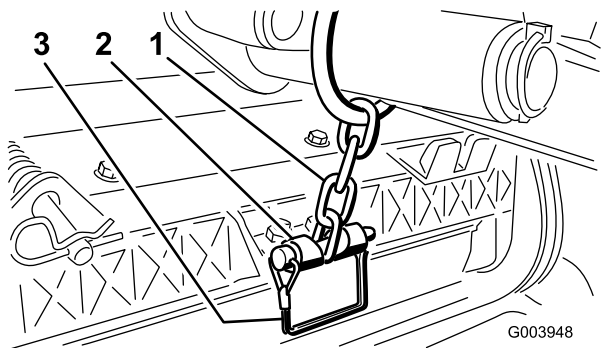

Figura 10
11. Prenda a corrente do braço de elevação ao suporte da corrente com o pino de encaixe (Figura 10). Utilize o número de elos da corrente conforme descrito no *Manual do utilizador* da unidade de corte.